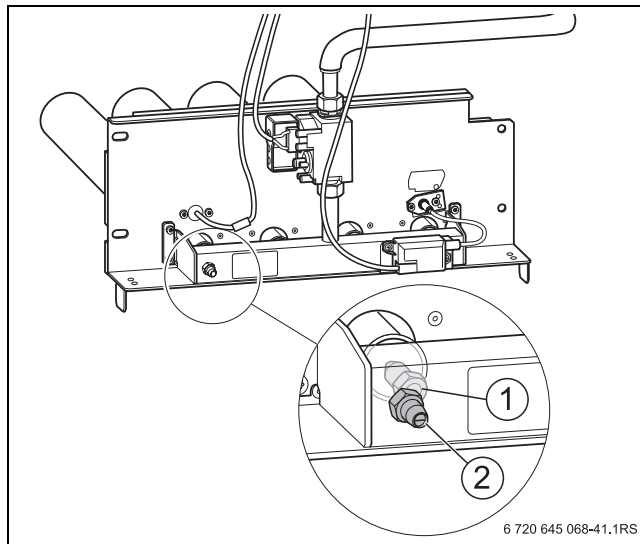

Рис. 49 Замена газовых форсунок
- ▶ Замените установленные форсунки (→ рис. 49, [1]) на форсунки для нового вида газа. При этом нужно установить новые уплотнения.
- ▶ Отверните на два оборота запорный винт измерительного ниппеля (→ рис. 49, [2]) на газораспределительной гребёнке и подсоедините измерительный шланг U-образного манометра.